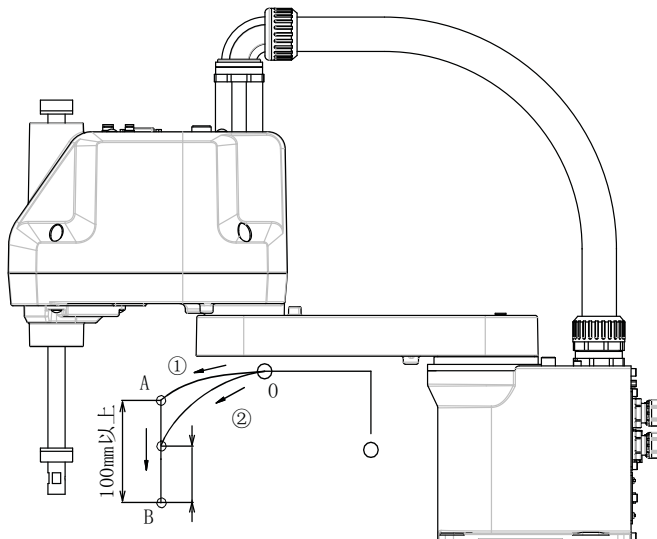

图 2-8：在 Z 轴最下端进行定位时的推荐路径
- 3) 在 Z 轴最下端附近进行工件定位的情况下（上述 2）中无效果的情况下），应执行 1) 的动作（机器人路径：0 → A → C）。2) 的动作（机器人路径：0 → B → C）的情况下有时会发生残留振动。（参阅图 2-8）